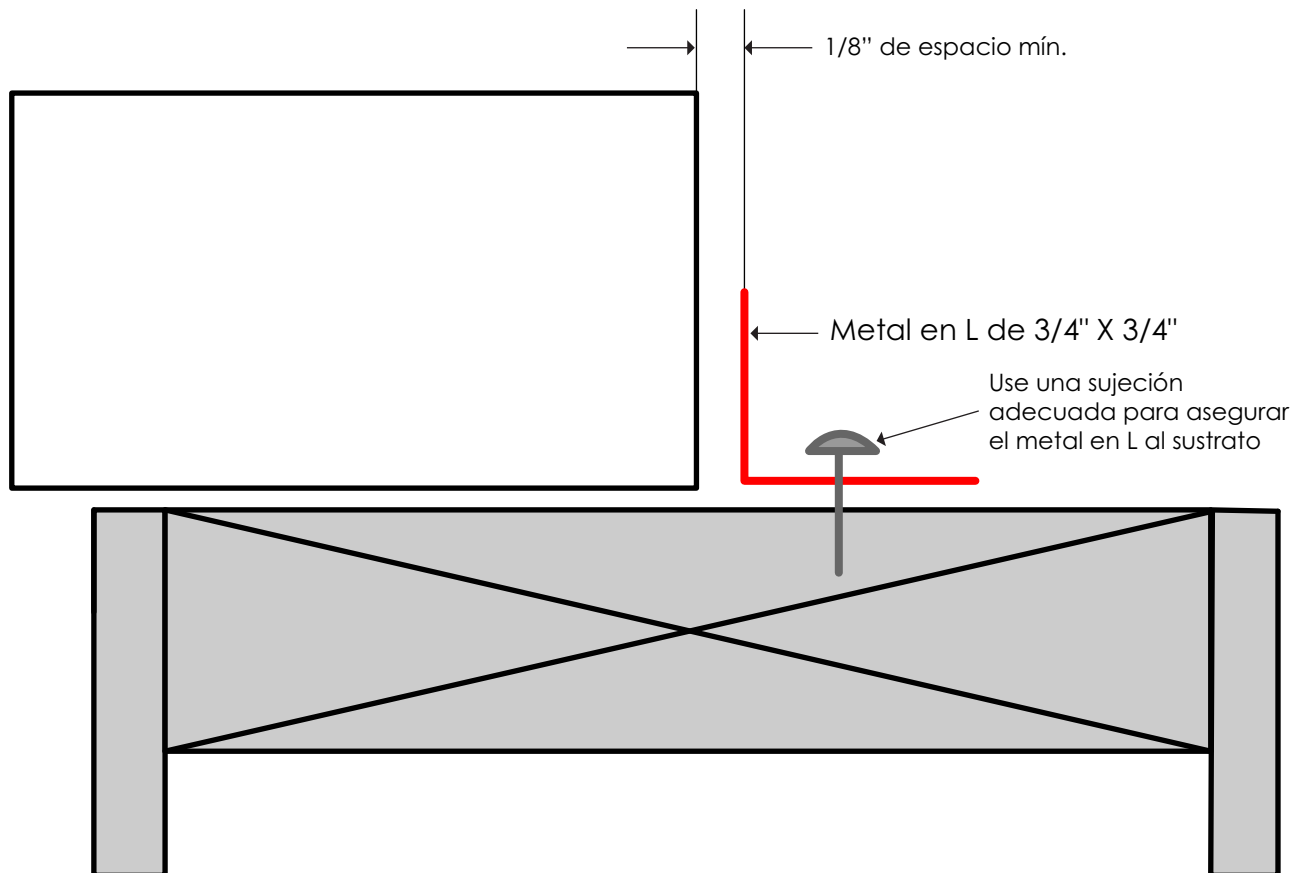

FIG 28
- Instale metal en L de aluminio de 3/4" x 3/4" a lo largo de toda la longitud del umbral como la pata elevada del vierteaguas de aplicación líquida. **[FIG 28]**